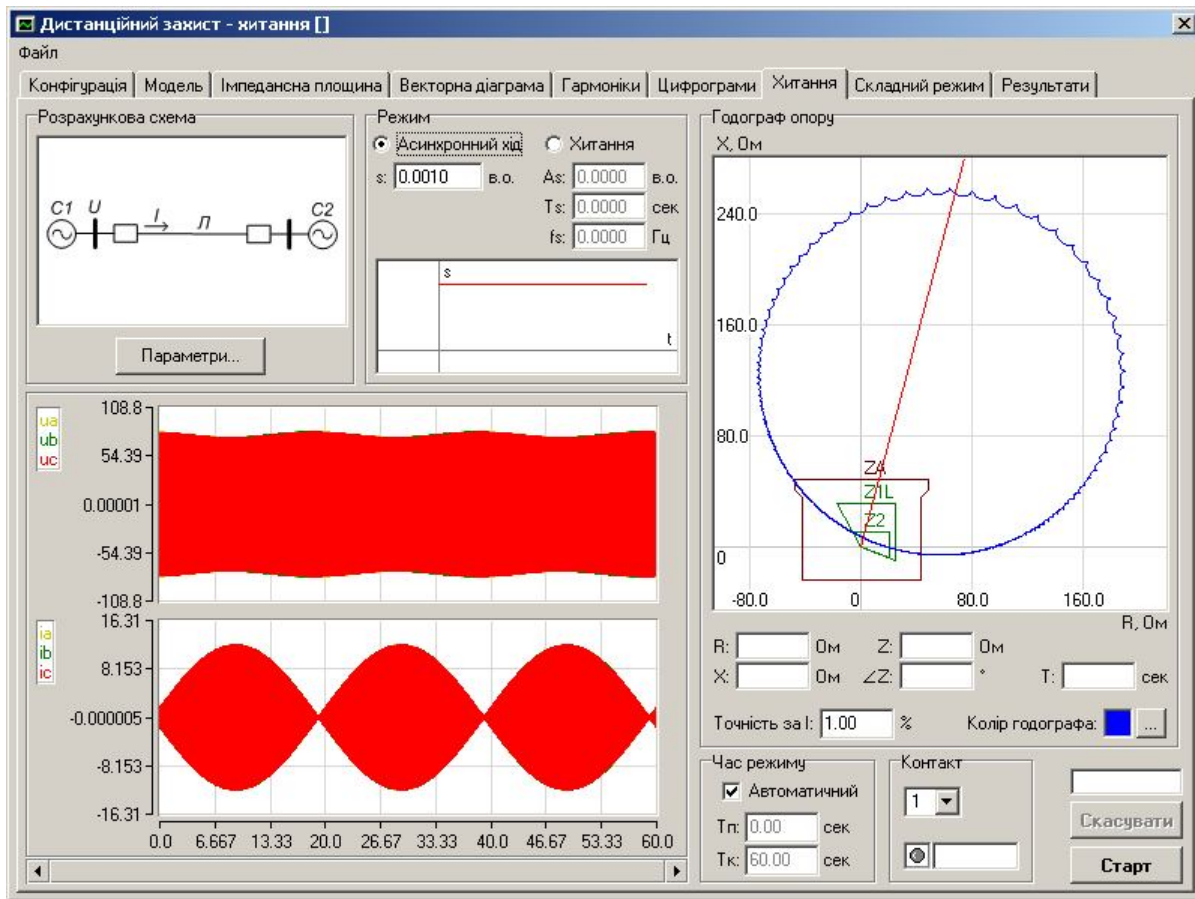

Рис. 4.24. Сторінка "Хитання" модуля "Дистанційний захист"
На цій сторінці передбачена можливість формування сигналів (напруг та струмів) під час асинхронного ходу або під час хитань в системі. Ці сигнали потрібні для перевірки роботи дистанційного захисту під час виникнення таких режимів в енергосистемі, зокрема для налагодження модуля блокування від хитань дистанційного захисту. Загальний вигляд сторінки *"Хитання"* наведений на рис. 4.24.
Інформація про параметри систем та лінії задається у діалоговому вікні, яке викликається натисненням кнопки **"Параметри"** в полі *"Розрахункова схема"* (див. рис. 4.24) – з'являється діалогове вікно *"Параметри"* (рис. 4.25).
- асинхронний (з незмінною частотою ковзання). Характер зміни координат режиму струмів та напруг за такого режиму наведений на рис. 4.24;